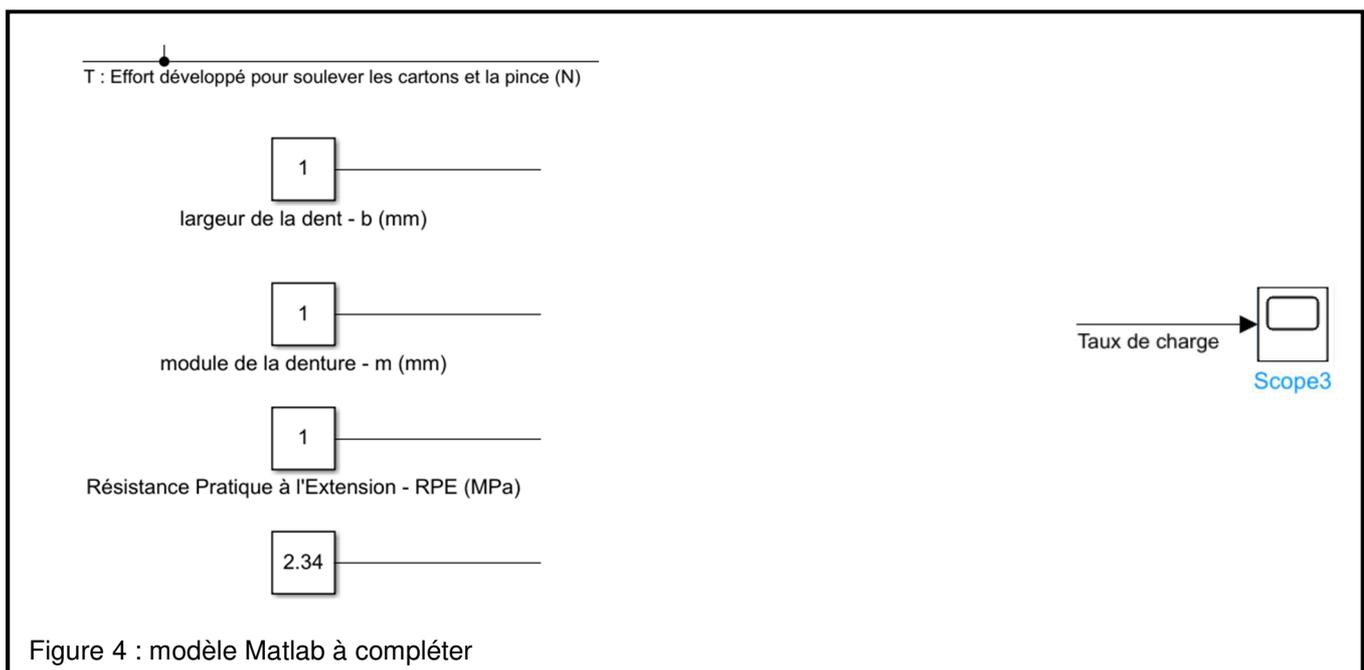

Figure 4 : modèle Matlab à compléter
**Q14 -** Afin de construire un modèle paramétrique qui déterminera le taux de charge d'une dent du pignon en fonction des paramètres ( $m$  : module de la dent (mm) –  $b$  : largeur de la dent (mm) -  $R_{pe}$  : résistance pratique à l'extension (MPa)), **compléter** le schéma (figure 4) en utilisant les outils Matlab suivants :
**Modifier** le modèle fourni de façon à intégrer le modèle que vous venez de construire figure 4 (pour obtenir un objet Matlab, **double-cliquer** dans la fenêtre modèle et taper le nom de l'objet que vous voulez obtenir).